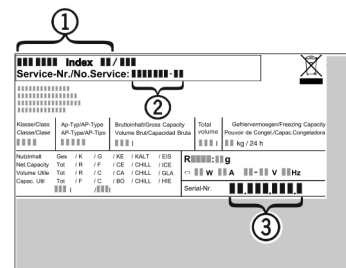

Fig. 3
▶ Apparaataanduiding Fig. 3 (1), servicenr. Fig. 3 (2) en serienr. Fig. 3 (3) van het typeplaatje aflezen. Het typeplaatje bevindt zich aan de linkerkant binnen in het apparaat.
- ▶ Contact opnemen met de Technische Dienst en het probleem, apparaataanduiding Fig. 3 (1), servicenr. Fig. 3 (2) en serienr. Fig. 3 (3) mededelen.